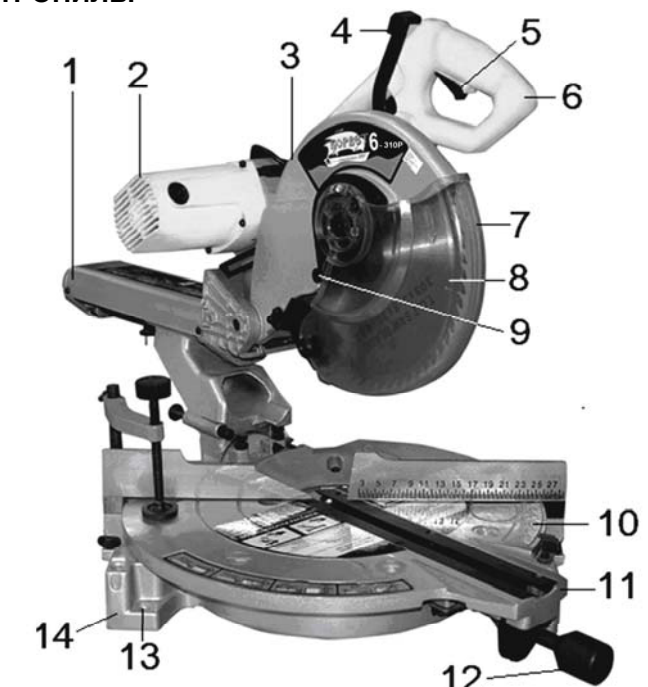
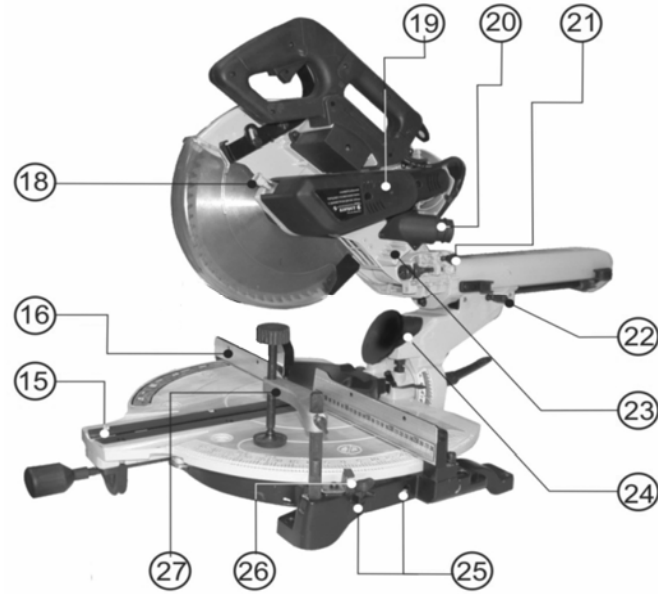
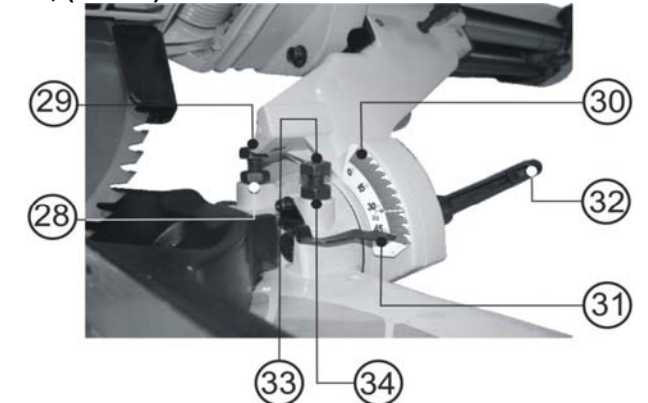
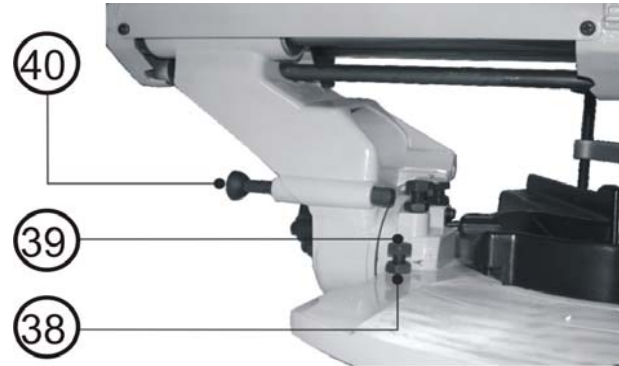

Рис. 2
Рис. 3
Рис. 4
Рис. 6
- Нажмите на рукоятку (6), Рис. 2, перемещения пилы вниз и отведите штифт блокировки пилы в нижнем положении (21), Рис. 3, в крайнее заднее положение.
ВНИМАНИЕ: Штифт блокировки пилы в нижнем положении (21), Рис. 3, применяется только для блокировки пилы при ее транспортировании, а не при пилении.
- 8.2.1. Сожмите металлические выступы зажимного хомута мешка и наденьте его на выходной патрубок (20), Рис. 3.
- 8.3.1. Установите горловину пылесборника в патрубок опоры (24), Рис. 3, ниже режущей головки.
- 8.4.2. Вставьте выдвижную опору в отверстия (25), Рис. 3, станины (14), Рис. 2.
- 8.4.3. Затяните винт фиксации выдвижной опоры (26), Рис. 3.
- 9.1. Необходимо надежно закрепить пилу болтами на верстаке. С этой целью основание пилы имеет четыре отверстия (13), Рис. 2. Это обеспечит устойчивость пилы и безопасность её эксплуатации, предотвратит возможность травматизма.
ВНИМАНИЕ: Перед включением пилы в розетку удостоверьтесь, что выключатель пуска (5), Рис. 2, правильно действует и возвращается в позицию «Выкл.» при его отпуске.
10.3. Рычаг блокировки защитного кожуха, (Рис. 2) .
11.1. Установка ограничительного упора наклона на 90° и на 45°, (Рис. 4)
11.1.1. Для установки ограничительного упора наклона на 90° переместите каретку режущей головки (1), Рис. 2, в крайнее заднее положение и затяните ручку фиксации перемещения каретки (22), Рис. 3. Установите на рабочий стол угольник. Ослабьте фиксирующую гайку (34) и заверните болт (33), Рис. 4, на два оборота по часовой стрелке. Ослабьте ручку фиксации угла наклона (32), Рис. 4., и переместите режущую головку под углом 90° к столу, добившись прилегания всей плоскости диска к угольнику. Затяните ручку фиксации угла наклона (32), Рис. 4. Выверните болт (33), Рис. 4, против часовой стрелки до его соприкосновения с ограничительным упором наклона. Затяните фиксирующую гайку (34), Рис. 4.
Ослабьте ручку фиксации угла наклона (32), Рис. 4. и переместите режущую головку до ограничительного упора наклона влево, а затем до ограничительного упора наклона вправо. Затяните ручку фиксации угла наклона (32), Рис. 4. Еще раз проверьте правильность регулировки угольником (при необходимости повторите регулировку). Установите указатель угла наклона (31), Рис. 4, на "0" шкалы наклона (30), Рис. 4, винтом фиксации указателя. 11.1.2. Установку ограничительного упора наклона на 45° проводите после его установки на 90°. Для установки ограничительного упора наклона на 45° переместите каретку режущей головки (1), Рис. 2, в крайнее заднее положение и затяните ручку фиксации перемещения каретки (22), Рис. 3. Ослабьте ручку фиксации угла наклона (32), Рис. 4, и переместите режущую головку влево до соприкосновения ограничительного упора наклона с болтом (29), Рис. 4. Ослабьте контргайку (28) и болтом (29) подрегулируйте угол 45°. Регулируйте до совмещения указателя угла наклона (31) и отметки 45° на шкале наклона (30), Рис. 4. Затяните контргайку (28), Рис. 4.
12.1.1. Для жесткого удержания заготовки всегда пользуйтесь вертикальной струбциной (27), Рис. 3. Для вертикальной струбцины имеются шесть отверстий в станине. Вертикальная струбцина (27), Рис. 3, устанавливается в отверстия станины (14), Рис. 2. Вставьте стержень вертикальной струбцины в отверстие станины на задней стороне фронтального упора. Установите вертикальную струбцину в соответствии с размером и формой заготовки и зафиксируйте ее с помощью зажимного винта.
13.2.1. С помощью этой пилы можно пилить с левым наклоном под углом от -3° до 50° (по показаниям шкалы). Снимите горловину пылеотсоса. Отпустите ручку фиксации угла наклона (32), Рис. 4, и установите заданный угол наклона. Для его сохранения снова затяните ручку фиксации угла наклона. Зажмите заготовку вертикальной струбциной (27), Рис. 3. Зафиксируйте каретку режущей головки (1), Рис. 2, в крайнем заднем положении ручкой фиксации перемещения каретки (22), Рис. 3. Включите пилу, после чего нажмите рычаг блокировки защитного кожуха диска, чтобы опустить режущую головку вниз.
Примечание: Для пиления плитуса пила снабжена специальным устройством наклонного пиления под углом 33,9°. Если необходим этот угол, отпустите ручку фиксации угла наклона (32), Рис. 4, и установите блокировочную шпильку (40), Рис. 6, на регулировочный болт (39), Рис. 6, с контргайкой (38), Рис. 6. Затяните ручку фиксации угла наклона (32), Рис. 4.